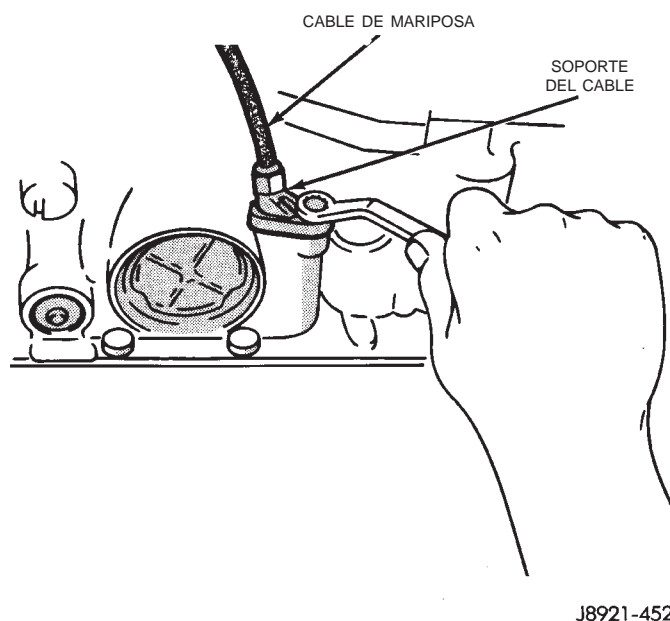

Fig. 81 Desmontaje e instalación del cable de mariposa y soporte de la transmisión
(5) Retire el perno del soporte del cable y desmonte de la caja el cable y el soporte (Fig. 81).
(6) Retire y deseche el retén del cable.
(4) Instale el soporte del cable en la caja y apriete el perno de fijación con una torsión de 10 N·m (7 lbs. pie) (Fig. 81).
(5) Instale el colector y apriete los pernos del colector con una torsión de 7 N·m (65 lbs. pulg.).
(6) Instale la nueva junta en el tapón de drenaje del colector de aceite. Instale y apriete el tapón con una torsión de 20 N·m (15 lbs. pie).
(7) Conecte el cable al soporte del motor y a la articulación de la mariposa.
(8) Llene la transmisión con Dexron/Mercon IIE de Mopar.
(9) Ajuste el cable como se describe en el procedimiento de ajuste del cable.